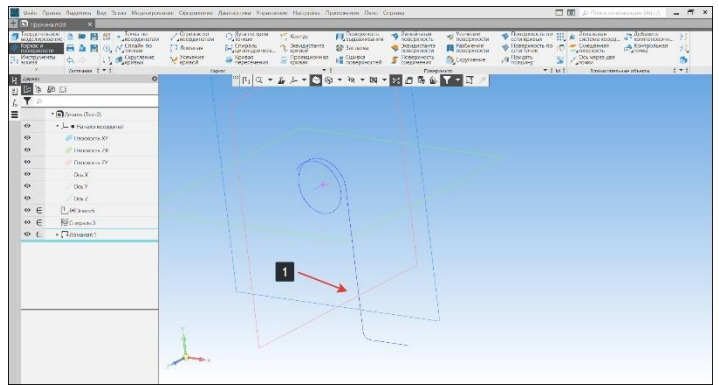

Рисунок 178 – Пространственная кривая
- На Рисунок 178 показана траектория (1) построенная с использованием пространственной геометрии (каркас) (Рисунок 178);